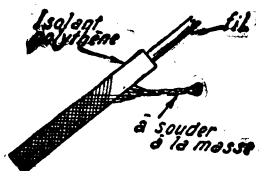

Figure 3
A aucun prix, ne soudez ces fils entre eux. Pour mettre le blindage à la masse, il suffit de le tirer au delà d'un des bouts (30 mm), puis de faire passer le brin isolé au travers des mailles (fig. 3), de torsader le blindage et de souder très vite à la masse (1).